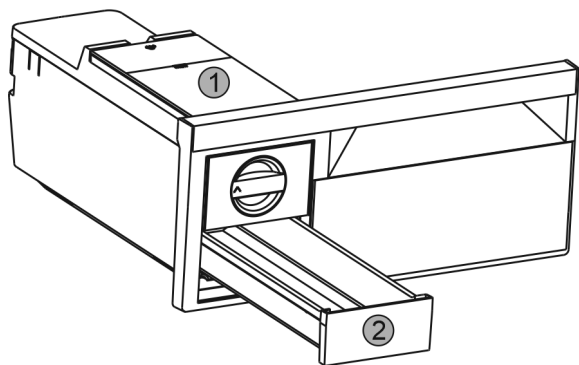

Fig. 38
- ▶ Rimuovere il serbatoio dell'acqua Fig. 38 (1) e il cassetto dei cubetti di ghiaccio Fig. 38 (2).